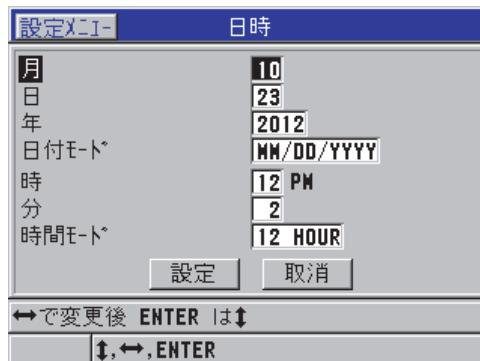

図 4-3 クロック画面
3. 日時画面（45 ページの図 4-3 を参照）で、現在の日付と時間を設定します。